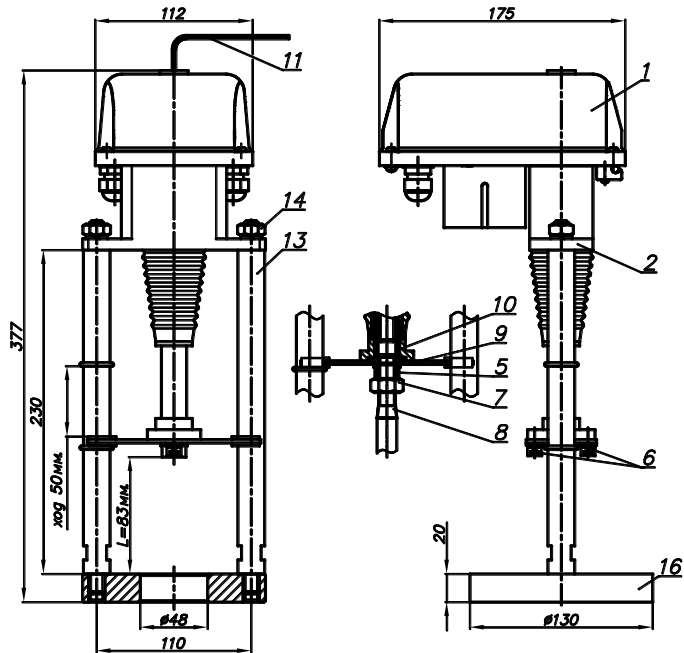
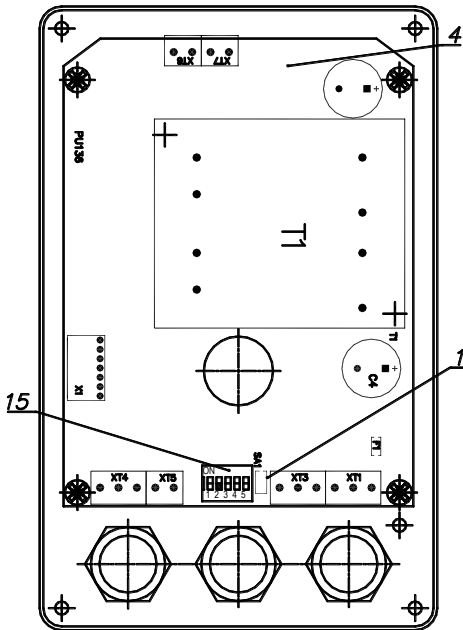

Рисунок 1 - ВЭП-138М
Рисунок 2 - Электропривод (вид при снятой крышке)
- электропривод (см. рис.1 – поз.1);
- винтовая передача (см. рис.1 – поз.2).
Электропривод (см. рис.1, рис.2) выполнен на базе шагового электродвигателя 3, питание и управление которым осуществляется от платы управления 4, обеспечивающей его работу в заданном режиме (см. таблицу 3), а также его отключение при нагрузке больше усилия отключения. ЭИМ имеет три режима работы: калибровки, слежения, ручной. Индикация работы осуществляется светодиодным индикатором 12. Постоянное свечение - работа, мигание - авария.
ЭИМ выпускается откалиброванным на величину полного рабочего хода. При установке ЭИМ на регулируемую арматуру необходимо произвести его калибровку. Для перехода в данный режим необходимо изменить положение переключателя поз.15 (см. рис. 2). При этом ЭИМ, поочередно перемещаясь к обоим конечным положениям, определяет максимальный ход арматуры. При отключении питания настройки сохраняются в энергонезависимой памяти. Время калибровки 100-120с. По завершению калибровки ЭИМ переходит в режим слежения. В процессе калибровки сигнал обратной связи отсутствует.